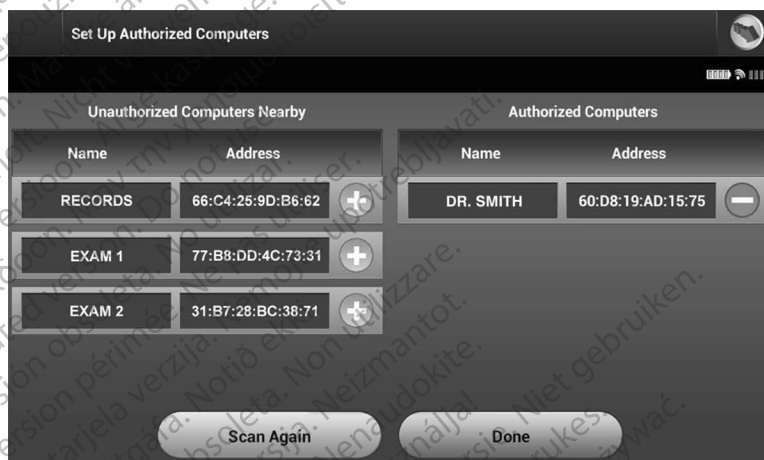

Figura 6: Alegerea unui computer pentru a îl autoriza pentru transferul datelor *Bluetooth*®
3. Atunci când scanarea este finalizată, va fi afișată lista cu computerele descoperite (cele trei computere care au cel mai puternic semnal Bluetooth®) sub titlul Computer neautorizate din apropiere (Figura 6). Alegeți computerul pe care doriți să îl împerecheați și apăsați butonul plus aflat lângă acesta pentru a finaliza procesul de împerechere.